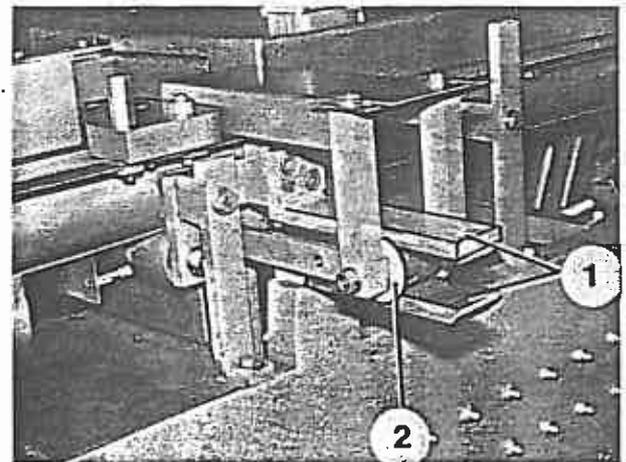

Bild 33
2. Führungsleiste (Bild 33/1) oben und unten leicht mit Fett einstreichen und Lagerstellen der Laufrolle (Bild 33/2) ölen.